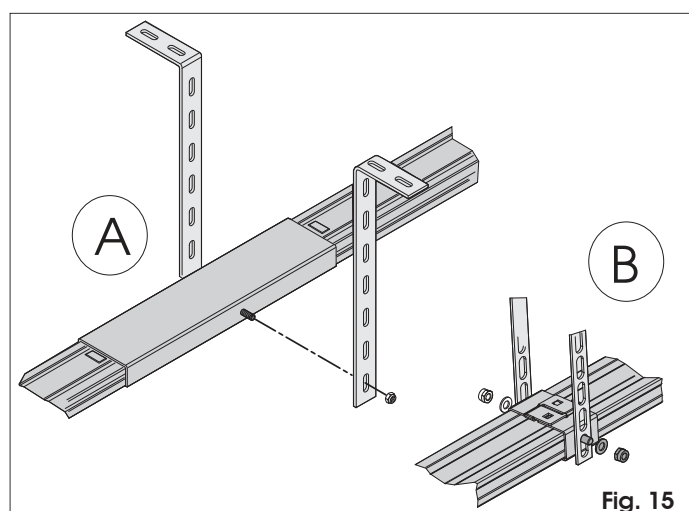

Fig. 15
- 13) Wenn eine zweiteilige Führung mit mittlerem Verbindungsstück (Abb. 15 Bez. A) oder mittlerer Halterung für Einzelschiene (Abb. 15 Bez. B – Extra) verwendet wird, die Befestigung an der Decke mit Hilfe der entsprechenden Bügel vornehmen und laut Angaben in den Schritten 9, 10 und 12 fortfahren (Abb. 15).